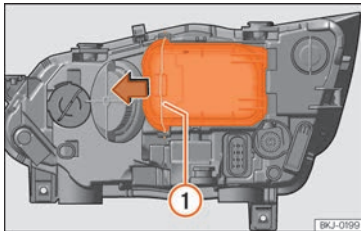

Abb. 54 Im Motorraum: Abdeckung entfernen.
- Die Strebe »» **Abb. 54** ① in Pfeilrichtung verschieben und den Deckel abnehmen.